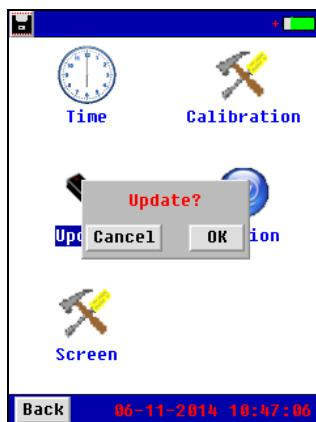

Рис. 3.4.3
- Сохраните новое программное обеспечение в корневом каталоге памяти USB, подсоедините внешнюю память USB к тестеру, нажмите Update (обновить) под System (система) и нажмите [OK] (смотрите рис. 3.4.3). На экране будет показан процесс обновления. По завершении обновления на дисплее тестера автоматически появится стартовый экран.